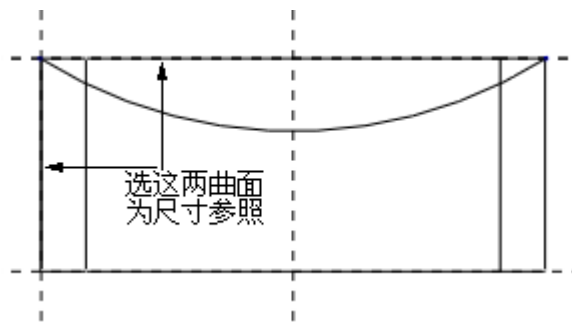
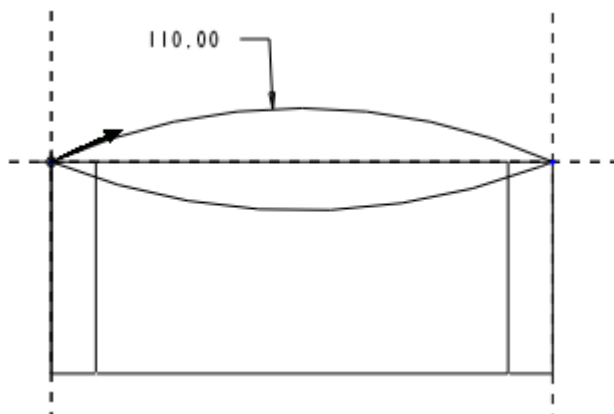
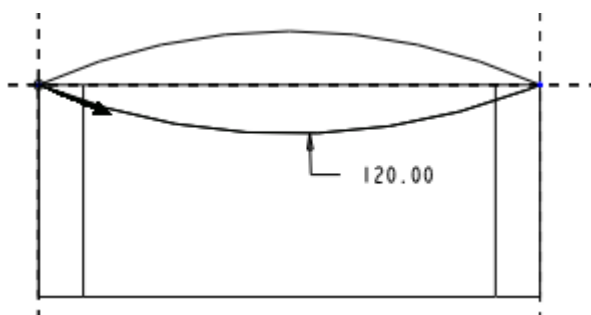

图 52-9
图 52-10
图 52-11
- (6) 单击 ，系统显示【偏距】菜单，单击【输入值】选项，在消息输入窗口输入当前截面与下一个截面间的距离为 64.0。
- (7) 系统重新返回草绘工作环境，如图 52-9 所示选定尺寸参照，然后绘制如图 52-10 所示的一段圆弧（注意：起始点的位置应如图 52-10 所示）。
- (8) 单击 ，系统提示“继续下一截面吗？”，单击【是】按钮。
- (9) 单击【偏距】菜单中的【输入值】选项，在消息输入窗口输入当前截面到下一个截面间的距离 64.↓。
- (10) 系统重新返回草绘工作环境，如图 52-9 所示选择尺寸参照，然后绘制如图 52-11 所示的一段圆弧。